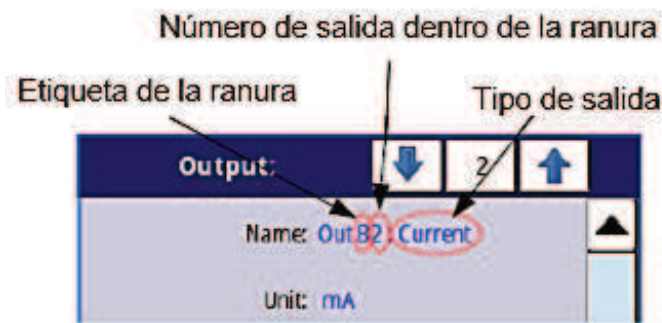

Fig. 7.84. Descripción del parámetro Nombre en el menú de salidas intregadas
- **Nombre**: cada salida ya tiene un nombre dado por el dispositivo y el usuario no puede cambiarlo, para la descripción del parámetro **Nombre**, ver **Fig. 7.84**,
- **Nombre**: cada salida ya tiene un nombre dado por el dispositivo y el usuario no puede cambiarlo, para la descripción del parámetro **Nombre**, ver Fig. 7.84,
- **Nombre:** cada salida ya tiene un nombre dado por el dispositivo y el usuario no puede cambiarlo; consulte la Fig. 7.84,
- **Nombre**: cada salida ya tiene un nombre dado por el dispositivo y el usuario no puede cambiarlo - ver Fig. 7.84,